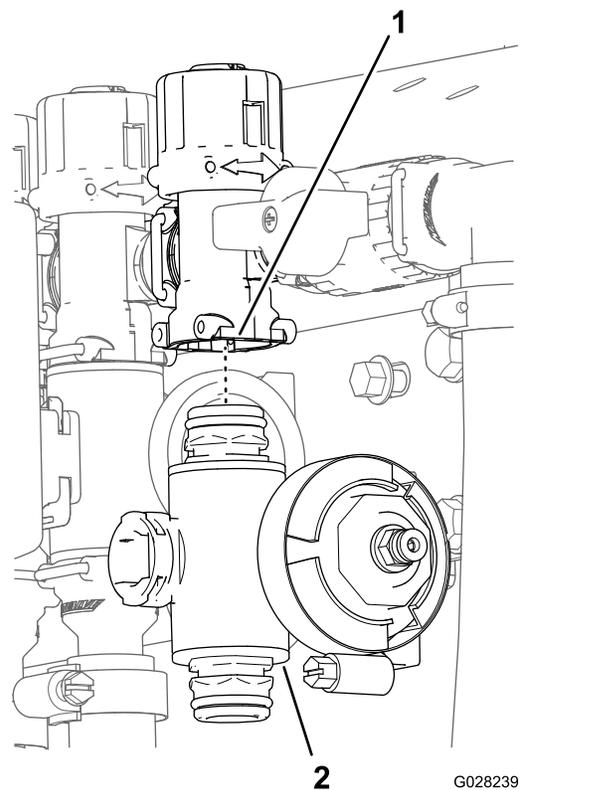

図 75
3. 左ブームまたは右ブームバルブの場合は、バルブをバルブマウントに固定しているフランジヘッドボルトとフランジロックナットを外してバルブマニホールドを機体から取り出す。右ブームバルブの場合は、機体からブーム用のバルブマニホールドを取り出す 図 75。